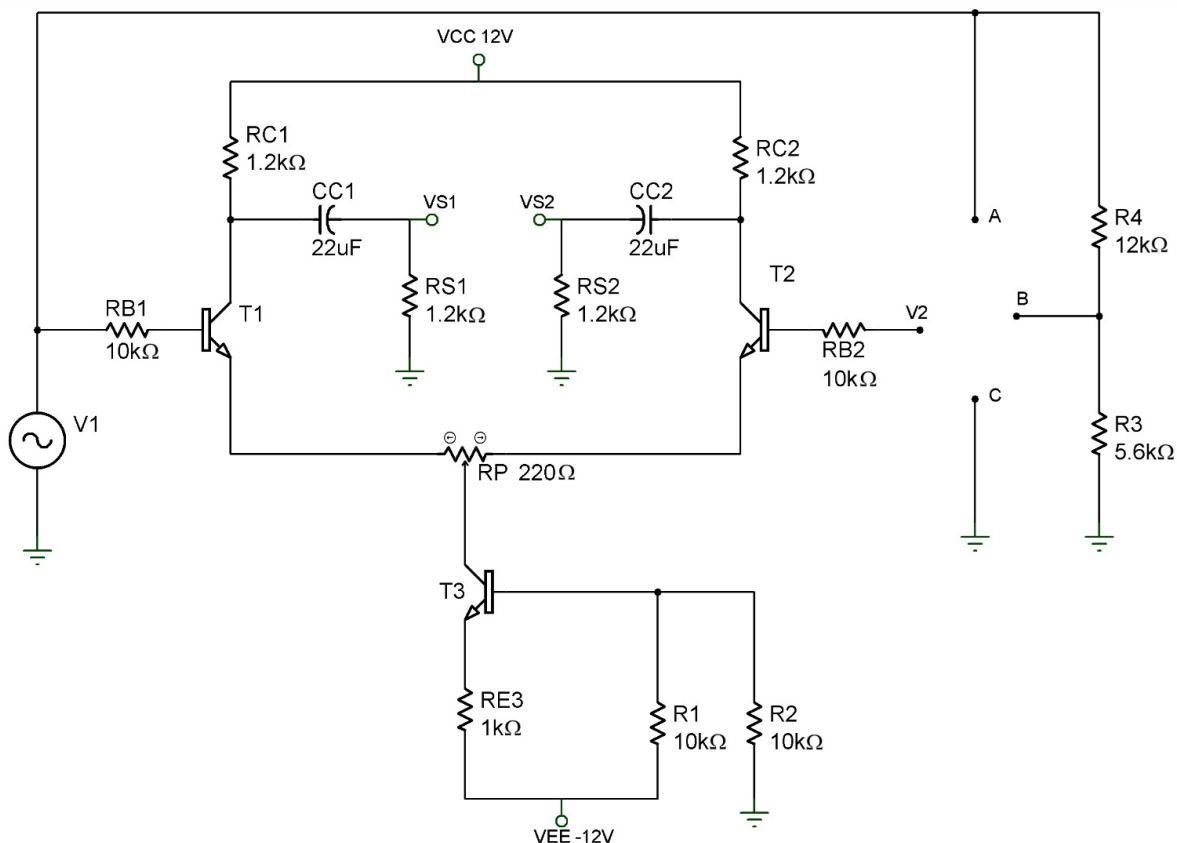

Figura 6.1
2. Desarrollar el análisis teórico de la Figura 6.1, mismo que deberá ser entregado al profesor del laboratorio al inicio de éste.
3. Realizar la simulación del circuito de la Figura 6.1.
- Arme el circuito de la figura 6.1.